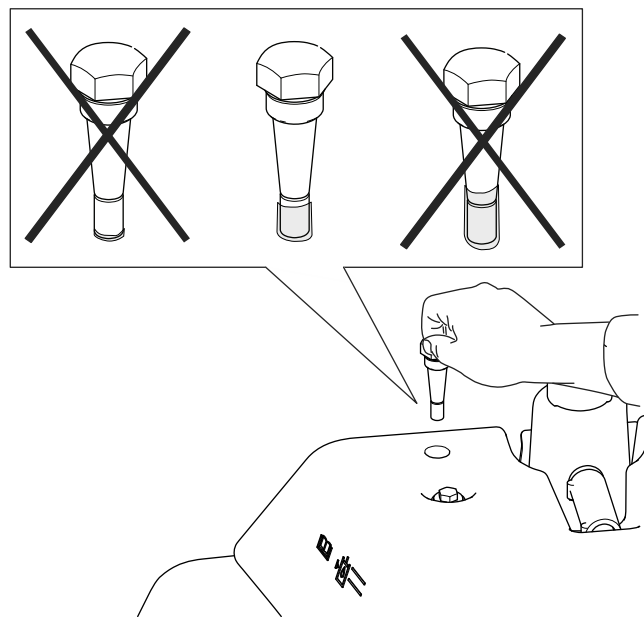

図 55
4. ディップスティックを抜いて油量を点検する。オイル量が2本のマークの間にあれば油量は適正である。油量が2つのマークの間にならない場合は適正量に調整する 図 55。